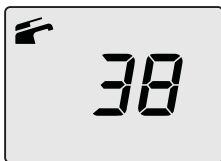

Рисунок 2.6
- На дисплее будет показана температура котла (первичный контур) и символ  (Рисунок 2.6).